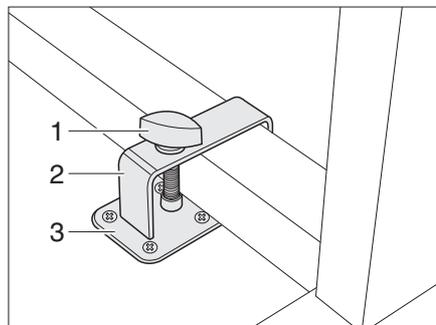
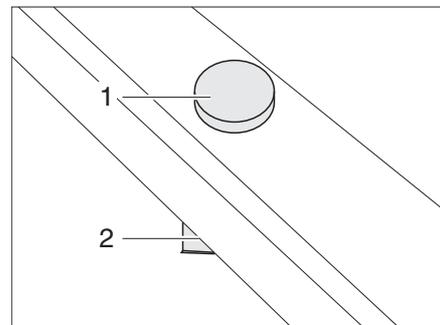

Bild 80 Arretierung Schwenktisch mit Bügel
Bild 81 Arretierung Schwenktisch ohne Bügel
- Den Schwenktisch neben die Halterung (Bild 80,3) bzw. auf die Halterung (Bild 81,2) stellen.
- Den Bügel (Bild 80,2) mit der Halteschraube (Bild 80,1) über den Tischfuß legen.
- Den Bügel und ggf. den Schwenktisch so verschieben, dass die Halteschraube (Bild 80,1 bzw. Bild 81,1) in die Halterung (Bild 80,3 bzw. Bild 81,2) geschraubt werden kann.